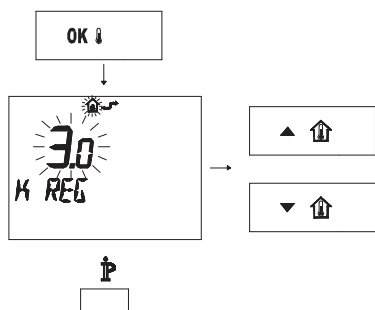

Figura 5.36
- Pulse el botón **OK** para ir a la ventana **K REG** (Figura 5.36).
- Pulse el botón **IP** para salir de la modalidad **INFO** (Figura 5.36).